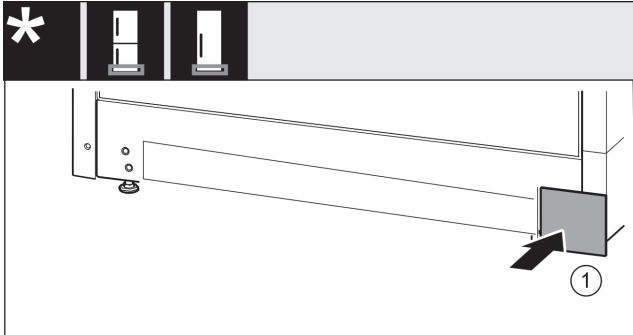

Fig. 33
- ▶ Założyć ponownie osłonę Fig. 33 (1) z drugiej strony.